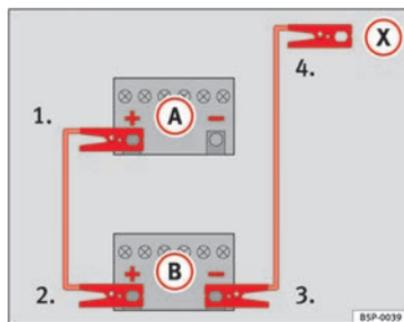

Fig. 172 Schéma de branchement pour les véhicules non équipés du système Start-Stop.
2. Raccordez une extrémité du câble de démarrage *rouge* au pôle positif (+) du véhicule dont la batterie est déchargée (A) ⇒ fig. 172.
3. Raccordez l'autre extrémité du câble de démarrage *rouge* à la borne positive (+) du véhicule fournissant le courant (B).
4. **Sur les véhicules sans système Start-Stop :** Raccordez une extrémité du câble de démarrage *noir* à la borne négative (-) du véhicule fournissant le courant (B).
- **Sur les véhicules avec système Start-Stop :** Raccordez une extrémité du câble de démarrage *noir* (X) à une borne de mise à la terre appropriée, à une pièce métallique massive vissée au carter-moteur, ou au bloc-moteur lui-même..
5. Raccordez l'autre extrémité du câble de démarrage *noir* (X), sur le véhicule avec la batterie déchargée, à une pièce en métal ▶